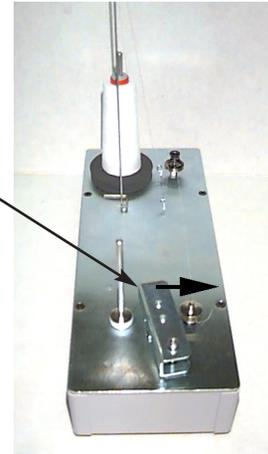
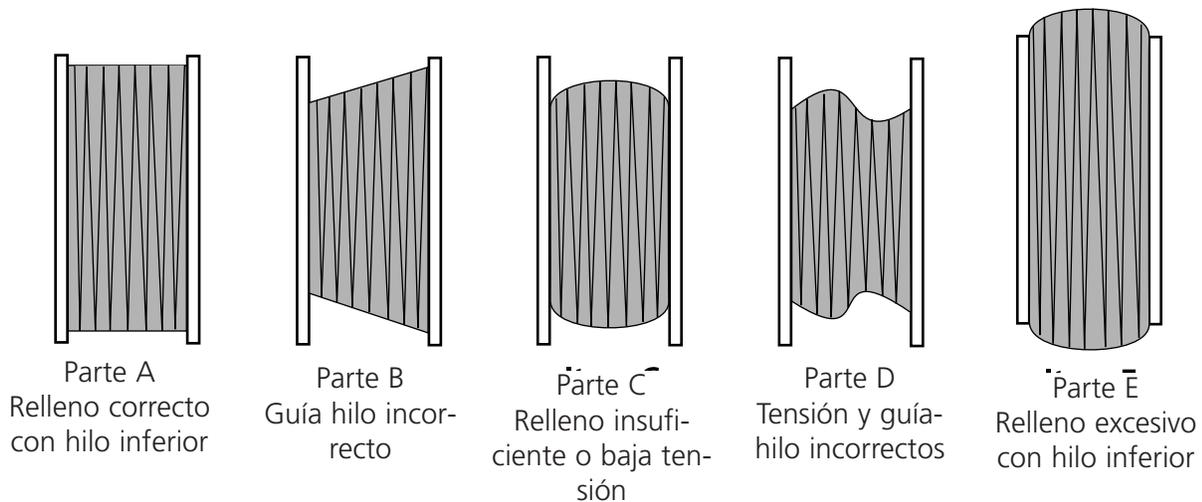

Figura 3-21
Figura 3-22
3. Muevan la palanca de accionamiento en la posición ACENDIDO (vean la Figura 3-21) y el proceso de bobinado empezará. El mecanismo de bobinado se parará automáticamente cuando la bobina está completamente llena.
Una bobina bobinada correctamente está mostrada en la Figura 3-21 (parte A). Las partes de B a E en la Figura 3-22 muestran bobinas bobinadas incorrectamente. Ajusten la tensión del mecanismo de bobinado, el guía-hilo o sea el interruptor de la Bobina Llena para corregir el funcionamiento del mecanismo de bobinado cuando les ocurre una de las situaciones mostradas más abajo.